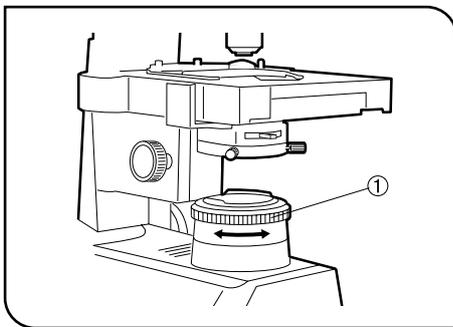

Fig. 4
**2 Diaphragme de champ****(Fig. 4)**